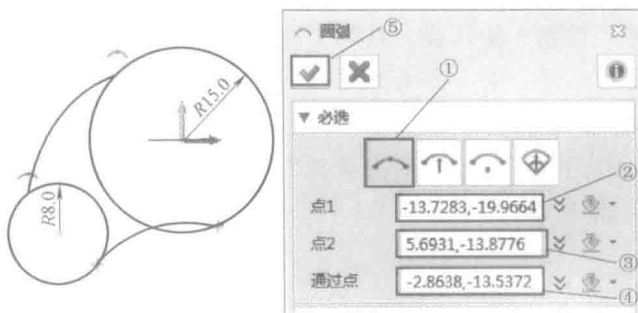

图 1-21 绘制两圆弧
3) 绘制圆弧。选择“草图→圆弧”进入圆弧命令栏，①选择“通过点”；②点1选择 R8mm 圆上任意点；③点2选择 R15mm 圆上任意点；④通过点随意选取；⑤确定绘制第1条圆弧，并以同样的步骤绘制第2条圆弧，如图 1-21 所示。